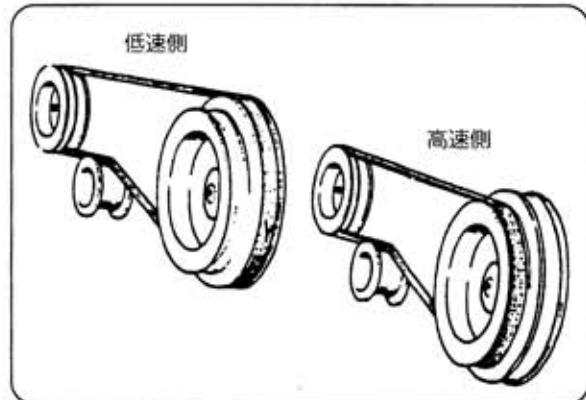

図17
3) 変速のしかた(図17)
- ①ベルトの掛け替えによって前進2段の速度が得られます。